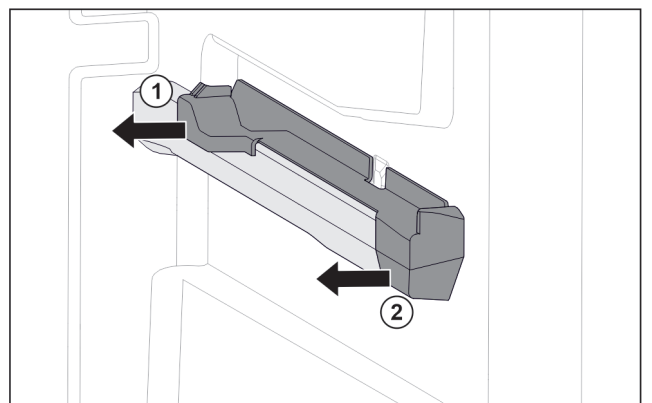

Fig. 148 右侧容器肋梁上的插装件
- ▶ 将插装件后部拉到一侧。 Fig. 148 (1)
- ▶ 将插装件前部拉到一侧。 Fig. 148 (2)